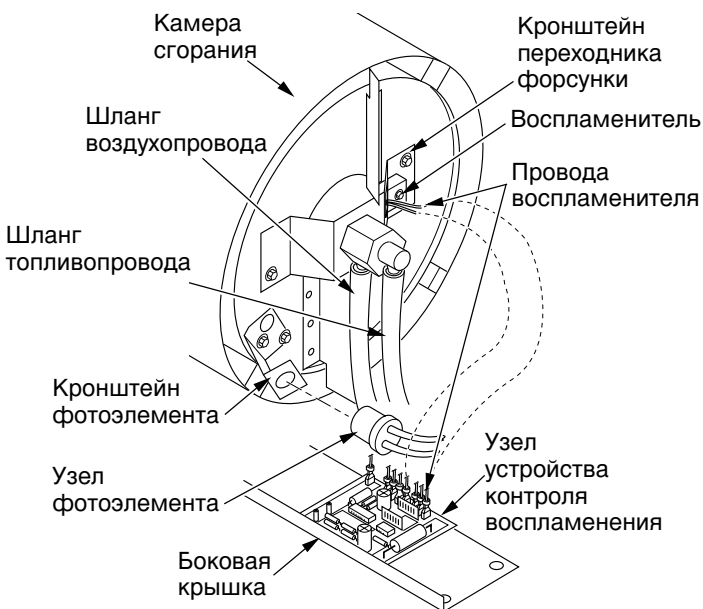

Рис. 11. Отсоединение проводов воспламенителя от узла устройства контроля воспламенения
4. Отсоедините провода воспламенителя (7 + 8) от устройства контроля воспламенения (см. Рис. 11). Протяните провода воспламенителя через отверстие в нижней части кожуха.
5. Отсоедините шланги топливопровода и воздухопровода. Снимите фотоэлемент с его кронштейна (см. Рис. 11).